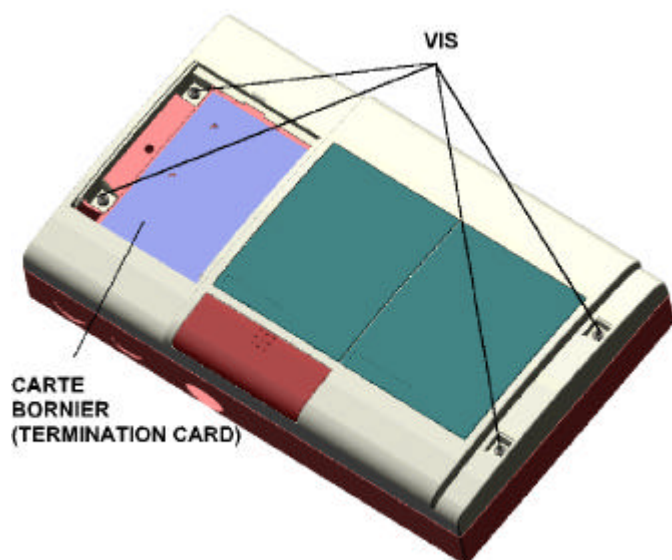

Figure 5. Emplacement des vis de fixation du couvercle du Détecteur
- c) Sur le côté gauche de l'emplacement se trouvent deux vis imperdables qui fixent la face avant sur le boîtier de montage. Se reporter à la Figure 5.